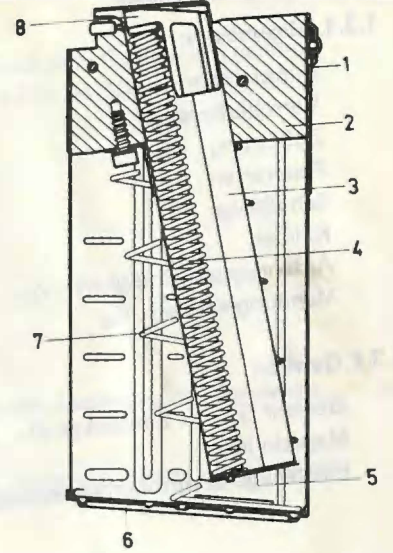

Bild 5: Magazin 5,6 mm
2.7.2. Magazin 5,6 mm (siehe Bild 5)